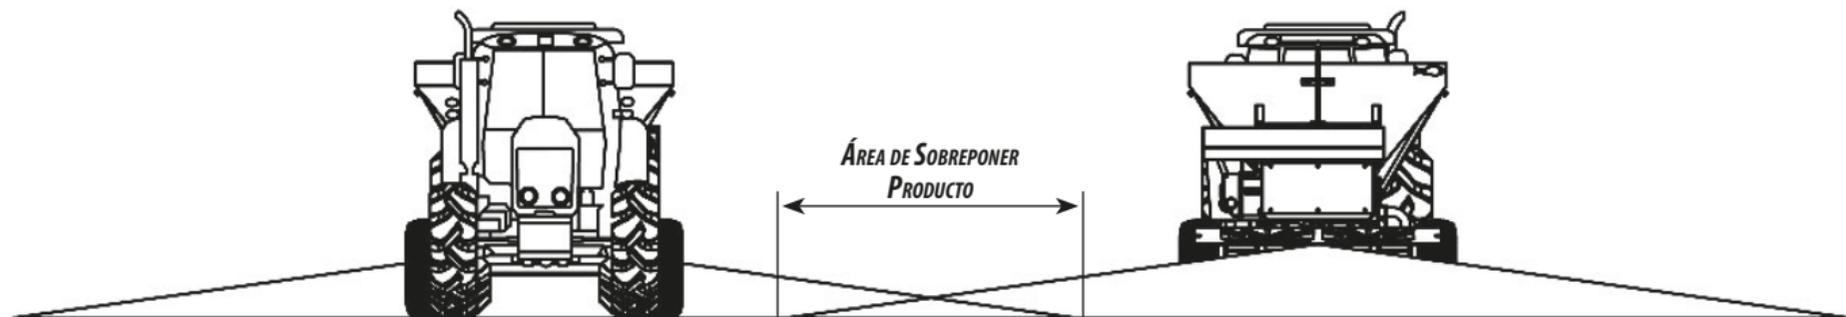

FIGURA 15
- Esta acción es de sobreponer el producto que es distribuido en la extremidad de la faja inmediatamente anterior a la actual que se está aplicando, eso para compensar la deficiencia de distribución que ocurre naturalmente en las extremidades de las fajas, conforme enseña la **figura 15**.